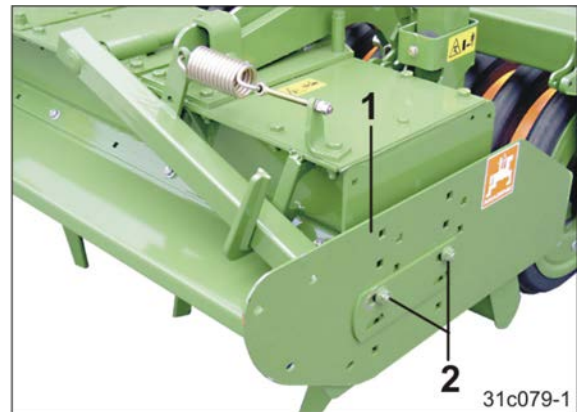

Fig. 67
3. Sidepladen (Fig. 67/1) er skruet på med to møtrikker (Fig. 67/2) og kan indstilles i højden.